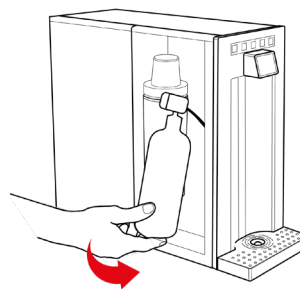

Fig. 7-14
22.5 – Inserire la bombola del gas CO₂ verticale con la valvola rivolta verso l'alto assemblata con il riduttore già regolato, nel vano interno dell'apparecchio, vedi Fig. 7-14.